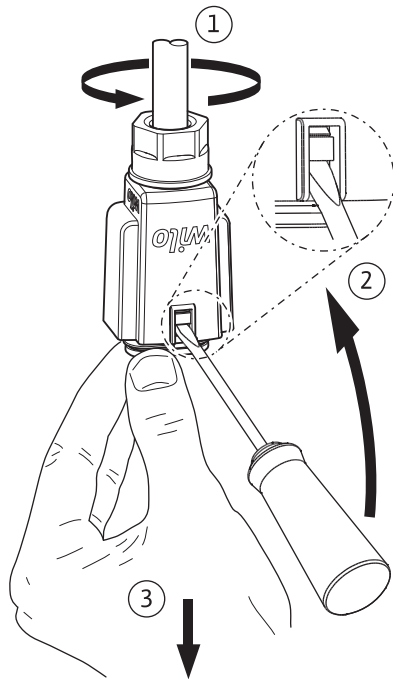

Fig. 6: Demontaža Wilo-Connector-a
- Skinuti Wilo-Connector sa pumpe i demontirati pomoću odgovarajućeg odvijača (Fig. 6).